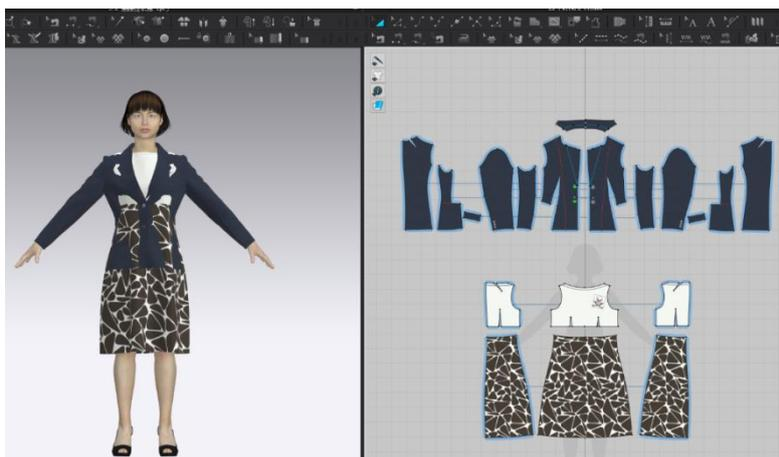

图 5-4-6 女西装服装文件加载
(1) 打开 CLO 3D 软件系统，通过菜单“文件→打开→项目”，打开女西装项目文件“女西装.Zprj”；选择 3D 视窗工具栏中“（降低服装品质）”，将服装粒子间距设为“20”。
(2) 在图库窗口双击“Avatar”打开模特库，双击“Female\_V1”打开第一组女模，双击“Pose”打开模特姿态库，将模特姿势调整为双手侧举的状态。
(3) 通过菜单“文件→另存为→服装”，将文件另存为“女西装.zpac”。
(4) 通过菜单“文件→打开→项目”，打开高腰连衣裙项目文件“高腰连衣裙.Zprj”；选择 3D 视窗工具栏中“（降低服装品质）”，将服装粒子间距设为“20”。
(5) 在图库窗口双击“Avatar”打开模特库，双击“Female\_V1”打开第一组女模，双击“Pose”打开模特姿态库，将模特姿势调整为双手侧举的状态。
(6) 通过菜单“文件→添加→服装”，将女西装的服装文件“女西装.zpac”添加至工作区。在“增加服装”选项中，加载类型为“增加”、移动为“0”。
(7) 在 2D 视窗中，用“（调整板片）”工具选中女西装板片，向上拖动到高腰连衣裙板片上方，确保女西装板片与高腰连衣裙板片间不要重叠，如图 5-4-6 所示。